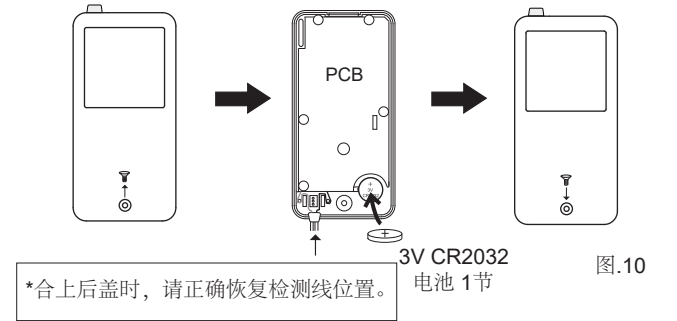

图.10
- 取出旧电池并正确放入3V CR2032。（见图. 10）